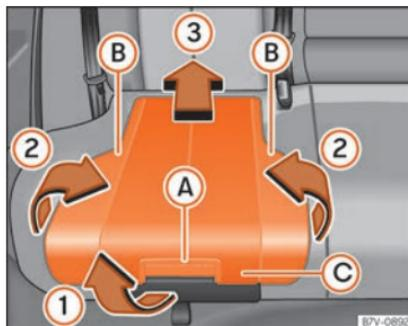

Fig. 95 Siège intégré pour enfants : lever l'assise.
- Tirez le coussin de siège vers l'avant avec le levier de déblocage »» fig. 95 (A) dans le sens de la flèche »» fig. 95 (1).
- Pliez vers le haut les deux côtés »» fig. 95 (B), dans le sens de la flèche »» fig. 95 (2).
- Poussez le coussin de siège vers l'arrière »» fig. 95 (C) dans le sens de la flèche »» fig. 95 (3) jusqu'à ce qu'elle s'encastre.